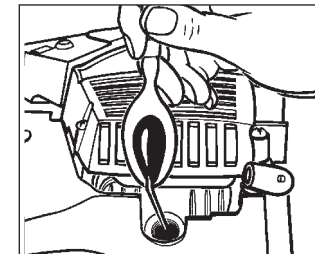

Fig. 19
5. Giet één theelepeltje schone tweetaktolie in de verbrandingskamer. Trek een paar keer langzaam aan het starttouw om de interne onderdelen te smeren. Plaats de bougie terug (fig. 19).